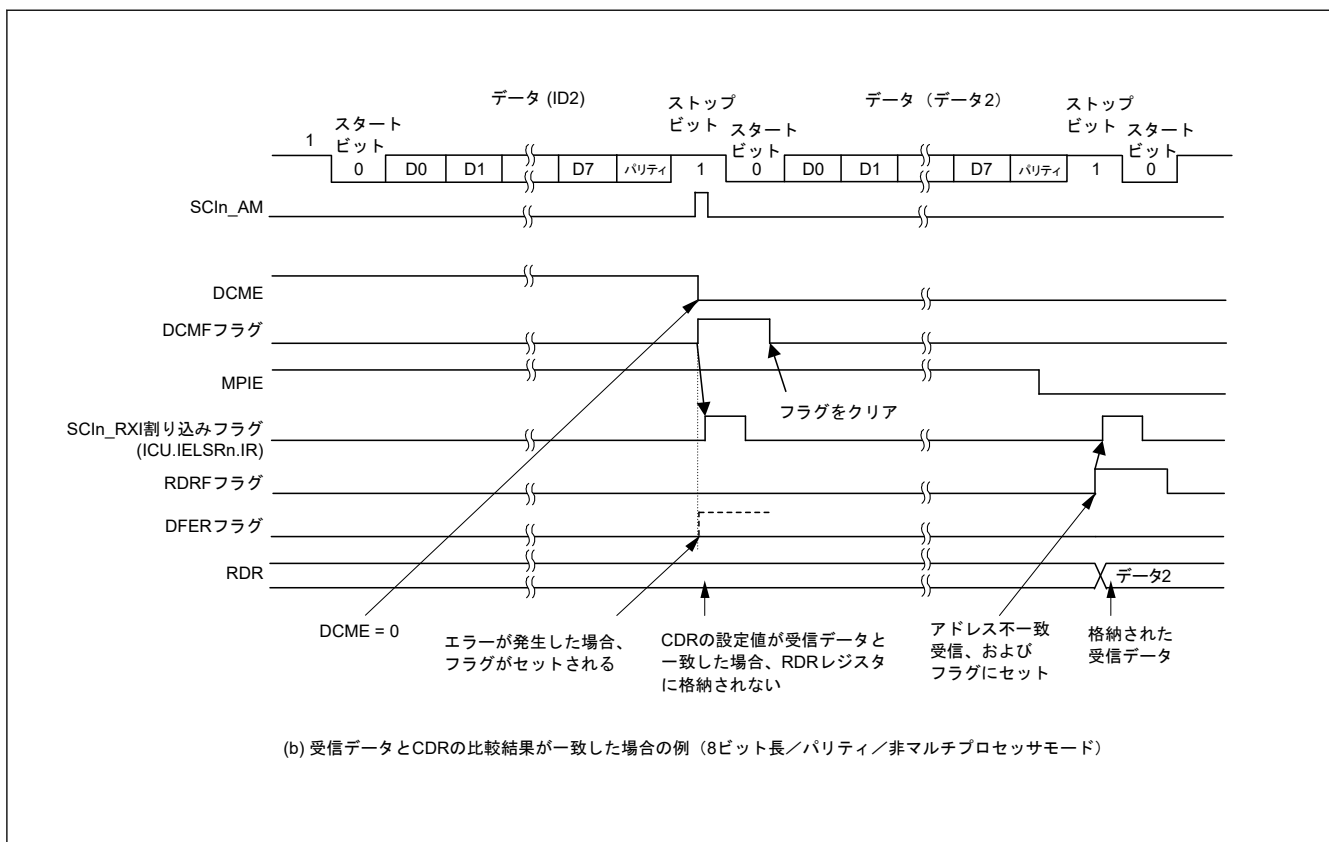
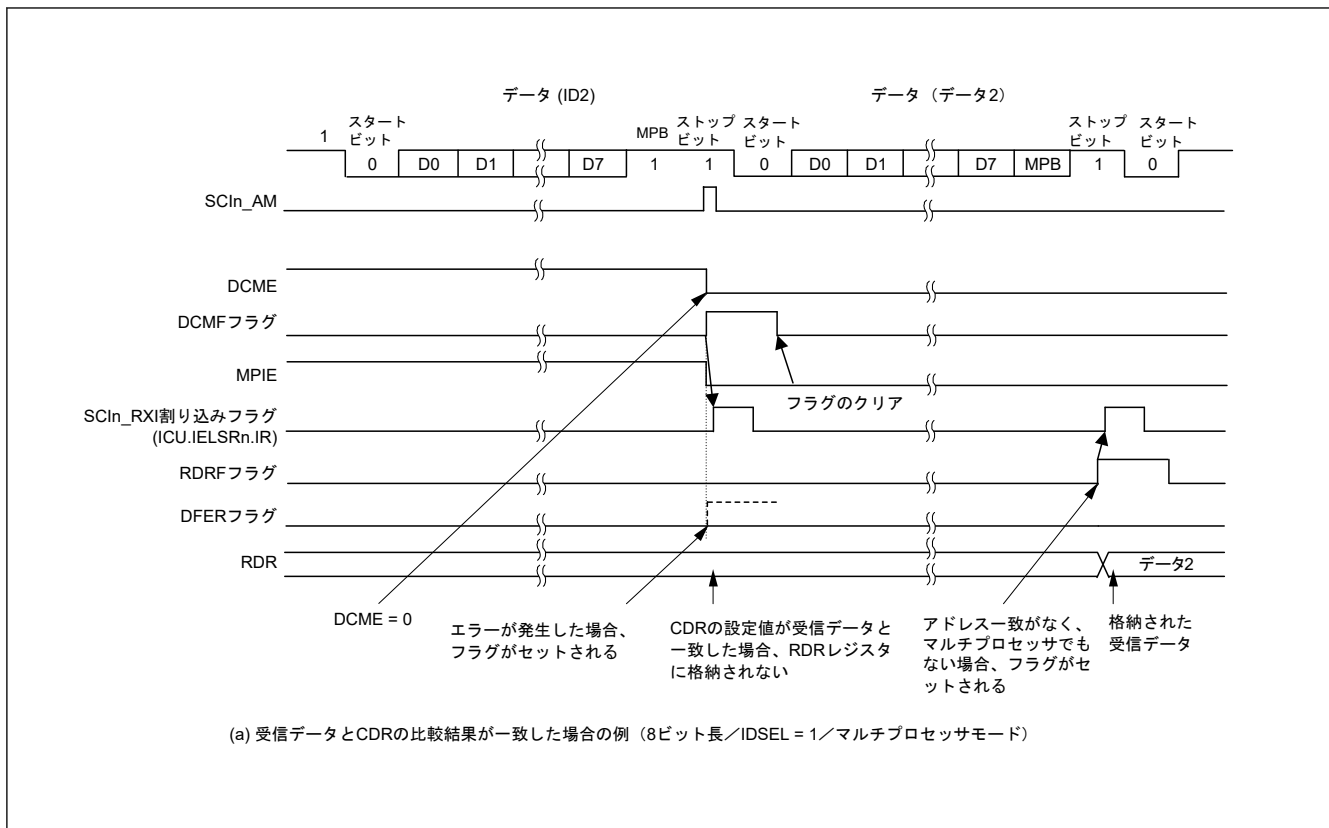

図 24.5 アドレス一致検出の例 (1) (通常モード)
図 24.6 アドレス一致検出の例 (2) (マルチプロセッサモード)
アドレス一致検出機能の例を図 24.5 および図 24.6 に示します。
6. SCIn\_AM 割り込み処理ルーチン内でフレーミングエラーまたはパリティエラーを検出した場合 (DCCR.DFER フラグか DCCR.DPER フラグが 1 の場合)、アドレス一致検出機能を再度有効にするため、DCCR.DFER フラグと DCCR.DPER フラグを 0 にして、DCCR.DCME ビットを 1 にします。フレーミングエラーもパリティエラーも検出されなかった場合 (DCCR.DFER フラグも DCCR.DPER フラグもどちらも 0 の場合)、DCCR.DCMF フラグを 0 にしてください。図 24.5 を参照してください。